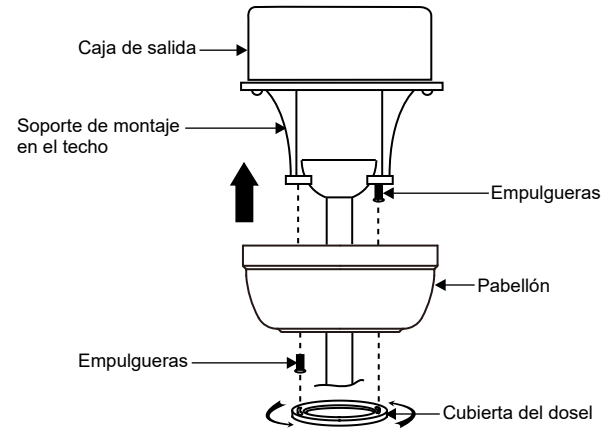

Fig. 15
**NOTA:** Ajuste los tornillos de la cubierta según sea necesario hasta que la cubierta y la cubierta de la cubierta estén ajustadas. (Fig. 15)